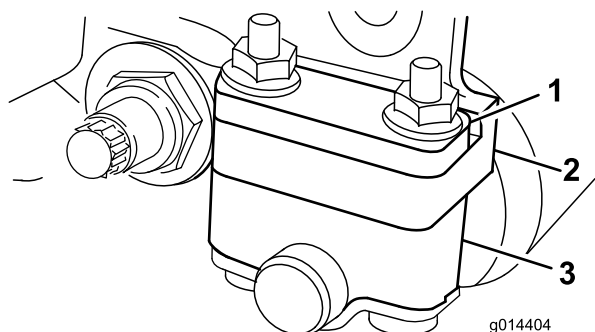
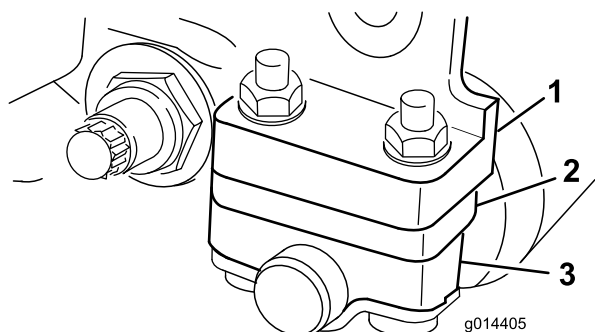

Figure 12
Figure 13
1. Réglez les supports du rouleau arrière (Figure 12 ou Figure 13) à la position supérieure ou inférieure selon la plage de hauteur de coupe voulue.
Placez l'entretoise au-dessus de la bride de fixation de la plaque latérale (réglage d'usine) lorsque les hauteurs de coupe sont comprises entre 1,5 et 6 mm (Figure 12).
Placez l'entretoise en dessous de la bride de fixation de la plaque latérale lorsque les hauteurs de coupe sont comprises entre 3 et 25 mm (Figure 13).